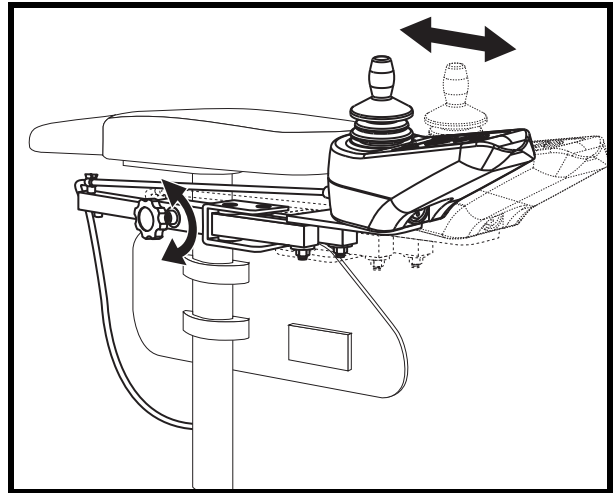

Figura 19. Posizione della centralina
4. Allentare la manopola di regolazione sul bracciolo dove si trova attualmente la centralina. **Vedere figura 19.**